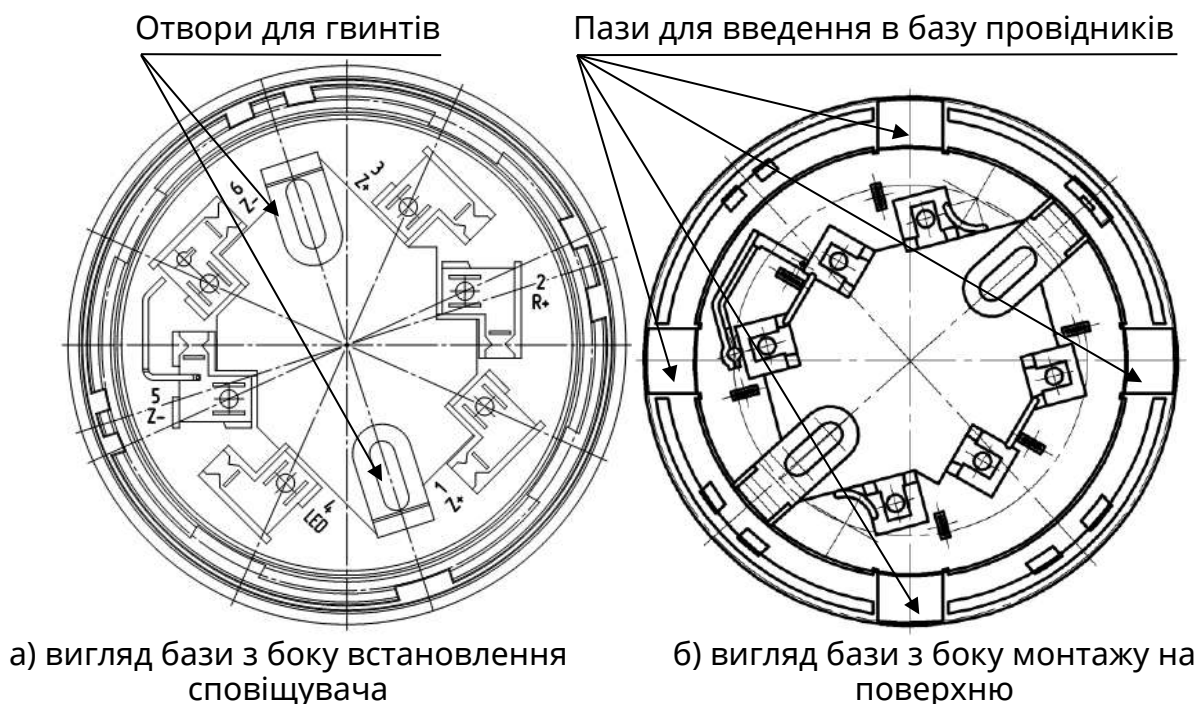
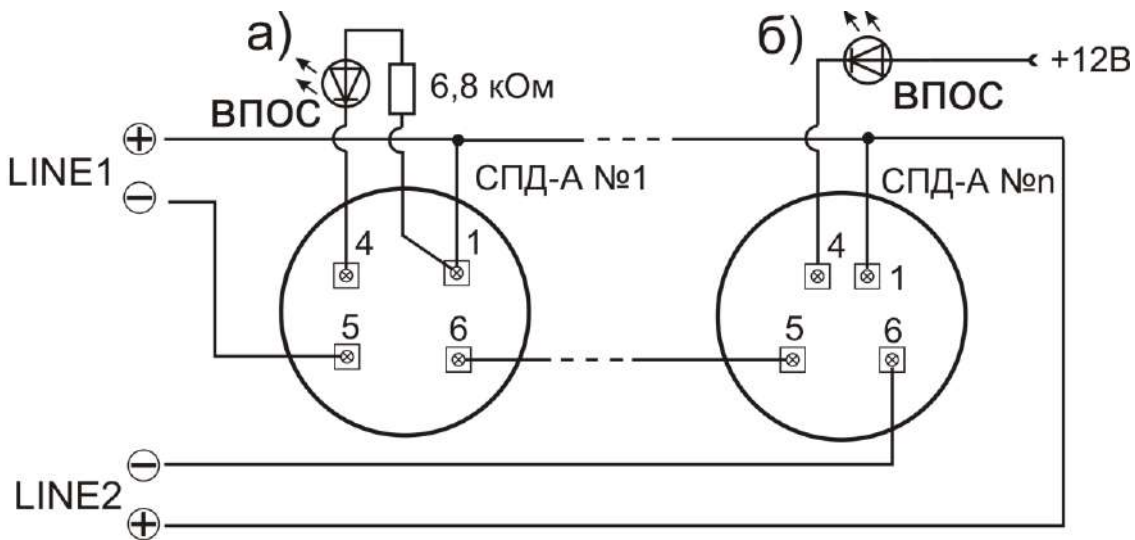

Рисунок 1 – База сповіщувача
Рисунок 2 – Підключення сповіщувачів до кільцевого ША: а) живлення ВПОС від ША, використовується контакт 1; б) живлення ВПОС від джерела 12 В
4.1 Сповіщувач комплектується базою (рисунок 1). Для приєднання сповіщувача до бази, необхідно встановити сповіщувач на базу, з невеликим зусиллям притиснути до бази, повернути за годинниковою стрілкою і після просідання в базі повернути до упору. Для від'єднання від бази повторити дії в зворотному порядку.
4.5 Якщо в одному сповіщувачі в кільцевому ША (рис. 2) спрацює ізолятор короткого замикання, то працездатність усіх адресних компонентів, підключених до ША, зберігається.
5.1 Для встановлення сповіщувача необхідно базу від'єднати від сповіщувача (рисунок 1), й закріпити її на стелі приміщення за допомогою дюбелів або гвинтів. Провідники в базу заводять через спеціальні пази. **Перед введенням провідників в базу необхідно обов'язково зняти зовнішню ізоляцію. Не допускаються перекося та деформування бази. Не допускаються перекося сповіщувача в базі.** Монтування бази сповіщувача проводити лише на **плоску поверхню**, для запобігання перекосям при затягуванні гвинтів. У випадку коли це неможливо, необхідно встановлювати базу на плоску підставку.
5.3 Підключення сповіщувачів необхідно виконувати згідно схеми, наведеної на рис. 2. Призначення контактів на рис. 2 (в дужках вказано позначення контактів на базі, рис.1):